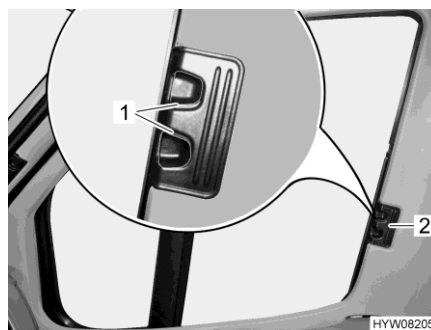

Bild 19 Plisségardin (förar-/passagerarfönster)
- Tryck in låshandtagen (Bild 19,1) och håll dem intryckta.
- Ta tag i handtaget (Bild 19,2) och dra plisségardinerna för förar- och passagerarfönstret till den andra fönstersidan och fäst med magnetremmarna.
- Ta tag i handtaget (Bild 19,2) till plisségardinerna för förarfönstret och passagerarfönstret och skjut in dem så långt det går.
- Släpp låshandtagen (Bild 19,1) och låt dem haka fast.